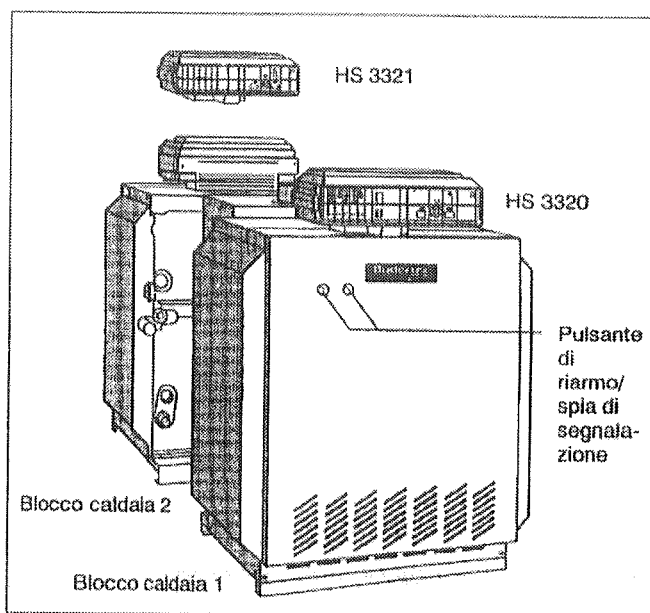

Fig. 6: G334 XDZ con apparecchi di regolazione HS 332x
- Se la spia di segnalazione del pulsante di riarmo (Fig. 6) è accesa, premere il pulsante di riarmo.